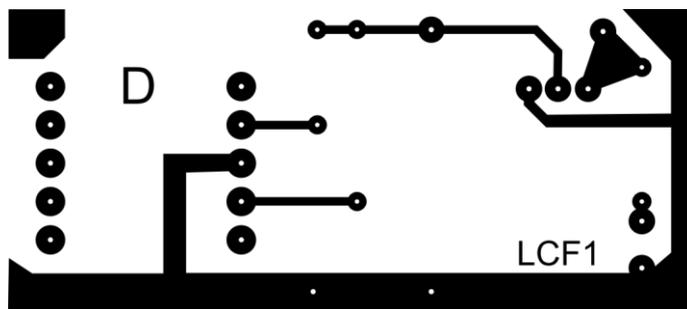

Fig. 9 – Circuit Imprimé de l'alimentation.
- d) Le CI. **D** (figure 9). Sur lequel est montée l'alimentation.